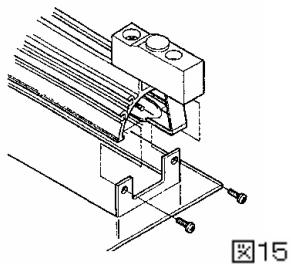
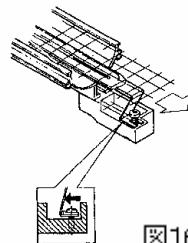

図15
図16
ランプの交換を行う場合は、図15・16を参照に、次の手順で交換してください。
- ① 本機のメインスイッチOFFにしてください。
- ② 電源ケーブルをコンセントから抜いてください。
- ③ 6. 組立方法⑥を参考に、前面プレートの上部より固定ビス2個取り外してください。
- ④ ケーブルアタッチメントを外してください。
- ⑤ レフレクターの端のビス4個を外し、レフレクターをプレートより持ち上げてください。
- ⑥ 保護メッシュを引っ張り出してください。
- ⑦ ランプの取り付けビスをゆるめて金具をねじって外してください。ランプが外れます。
- ⑧ 新しいランプを取り付けてください。 (図15) (図16)